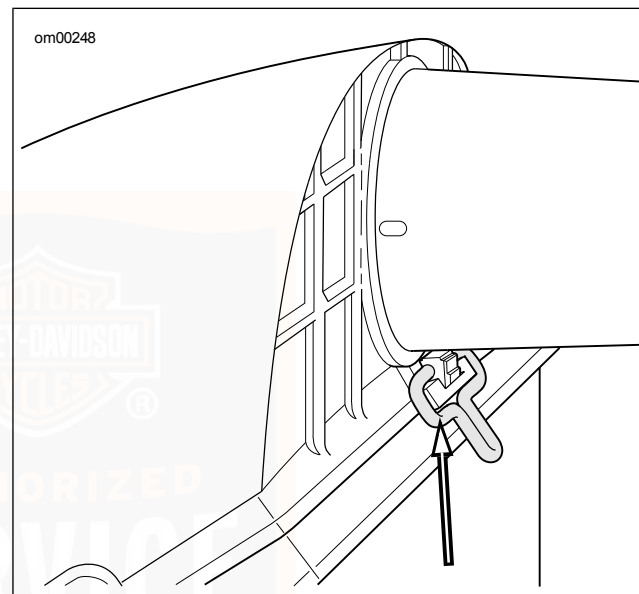

Abbildung 43. Vorderer Luftfiltergehäuseclip
11. Siehe Abbildung 43. Der vordere Clip unter dem Schnorchel wird am Luftfiltergehäuse-Oberteil befestigt. Den Clip über der Lippe an der Unterseite des Luftfiltergehäuses anbringen.